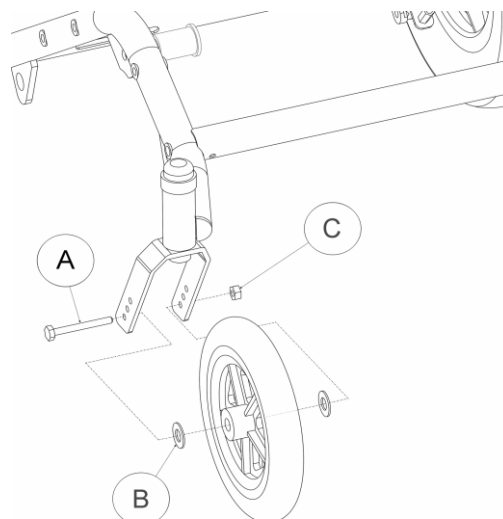

Figure 14 - Installation de la roue avant
2. Insérer la vis **A** à l'intérieur de la première paroi de la fourche (figure 14), selon la position précédemment déterminée;